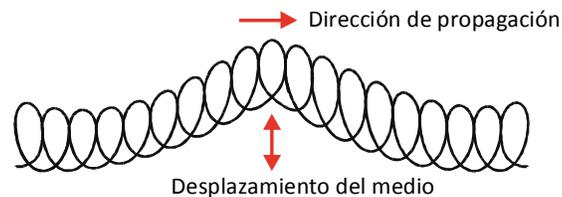

Figura 1.2. Onda transversal
- b) Si las vibraciones son perpendiculares a la dirección de propagación de la onda, ésta es transversal (figura 1.2). Las ondas transversales pueden ser mecánicas (como las ondas que se propagan a lo largo de una cuerda tensa cuando se produce una perturbación en uno de sus extremos), o electromagnéticas (como la luz, los rayos X o las ondas de radio) en las cuales las direcciones de los campos eléctricos y magnéticos son perpendiculares a la dirección de propagación.